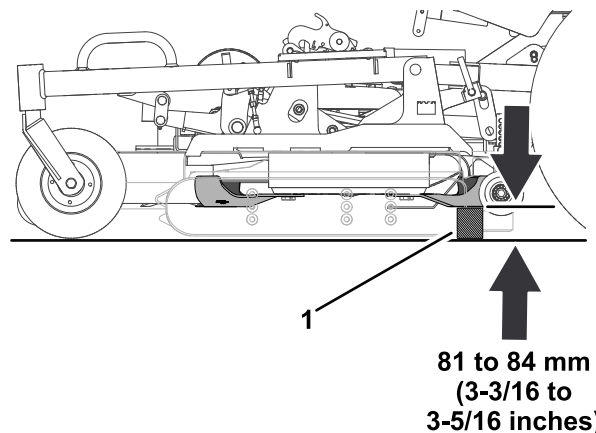

Bild 127
5. Messen Sie den Abstand zwischen dem Boden und dem hintersten Punkt der Schnittkante des Messers mit einem Messklotz (Bild 127).